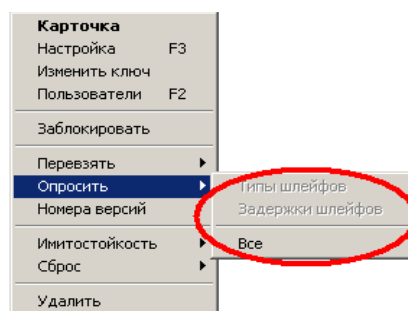

Рисунок 5.51. Опросить
- **Опросить** (рисунок 5.51) — дает доступ к пунктам меню, формирующим отдель-